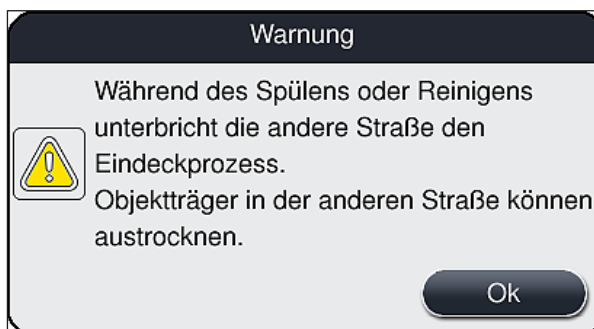
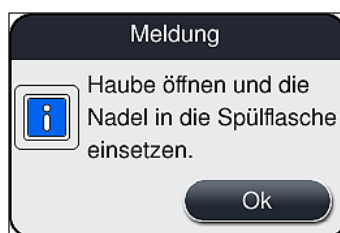

Abb. 95
Abb. 96
2. Anschließend die Taste **Spülen/Reinigen** der betreffenden linken (→ Abb. 94-2) oder rechten (→ Abb. 94-3) Eindeckstrasse drücken und die Warnmeldung mit **Ok** (→ Abb. 95) bestätigen.
3. Die folgende Meldung (→ Abb. 96) beachten.
5. Nadeleinheit (→ Abb. 97-1) in die Spülflasche (→ Abb. 97-3) stecken und die Meldung (→ Abb. 96) mit **Ok** bestätigen.
4. Die folgenden Meldungen (→ Abb. 95), (→ Abb. 96) und (→ Abb. 100) beachten und jeweils mit **Ok** bestätigen.